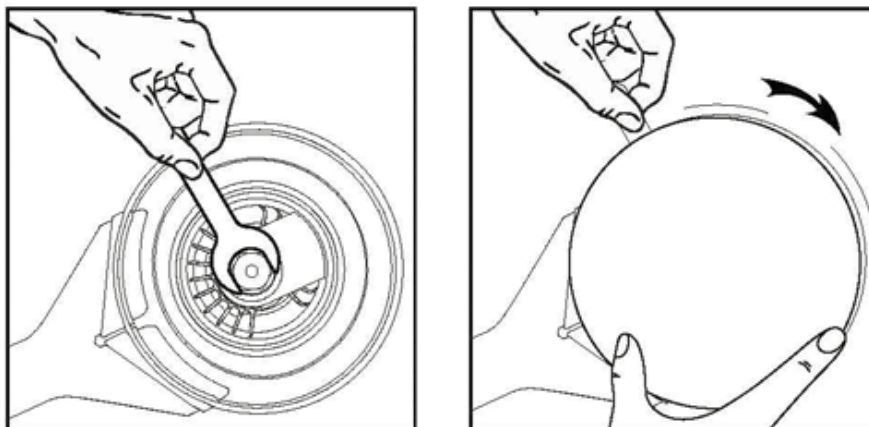

Fig. 5
2. Als u de schijf wilt verwijderen moet u de platte sleutel tussen de schijf en de kuip inbrengen. Bevestig de as met de platte sleutel en draai de schijf los (Fig. 5).